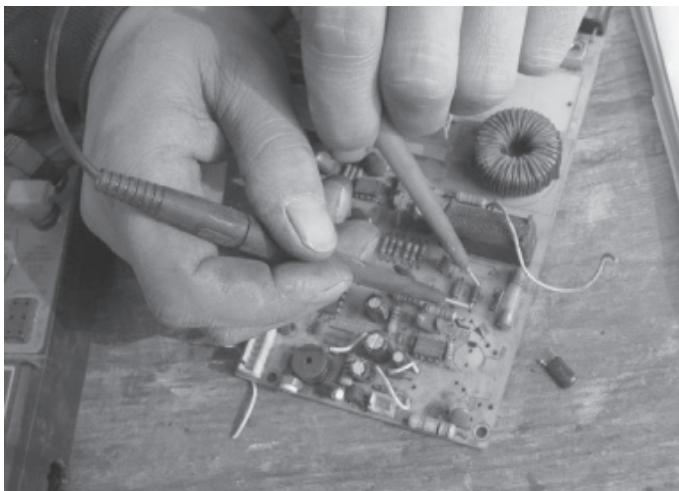

图 2-54 第一次检测二极管
3) 将连接万用表负极的黑表笔接至二极管正极的引脚处，如图 2-54 所示，将连接万用表正极的红表笔接至二极管负极的引脚处。此时，万用表会